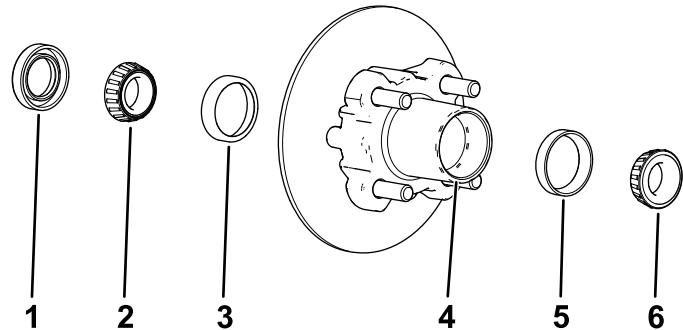

Рисунок 32
1. Снимите наружный подшипник и кольцо подшипника со ступицы (Рисунок 32).
2. Снимите уплотнение и внутренний подшипник со ступицы (Рисунок 32).
- Очистите полость ступицы от всей консистентной смазки, грязи и мусора (Рисунок 32).
- Заполните полость ступицы на 50–80% консистентной смазкой указанного типа (Рисунок 32).
- Установите внутренний подшипник на кольцо с внутренней стороны ступицы и установите уплотнение (Рисунок 32).